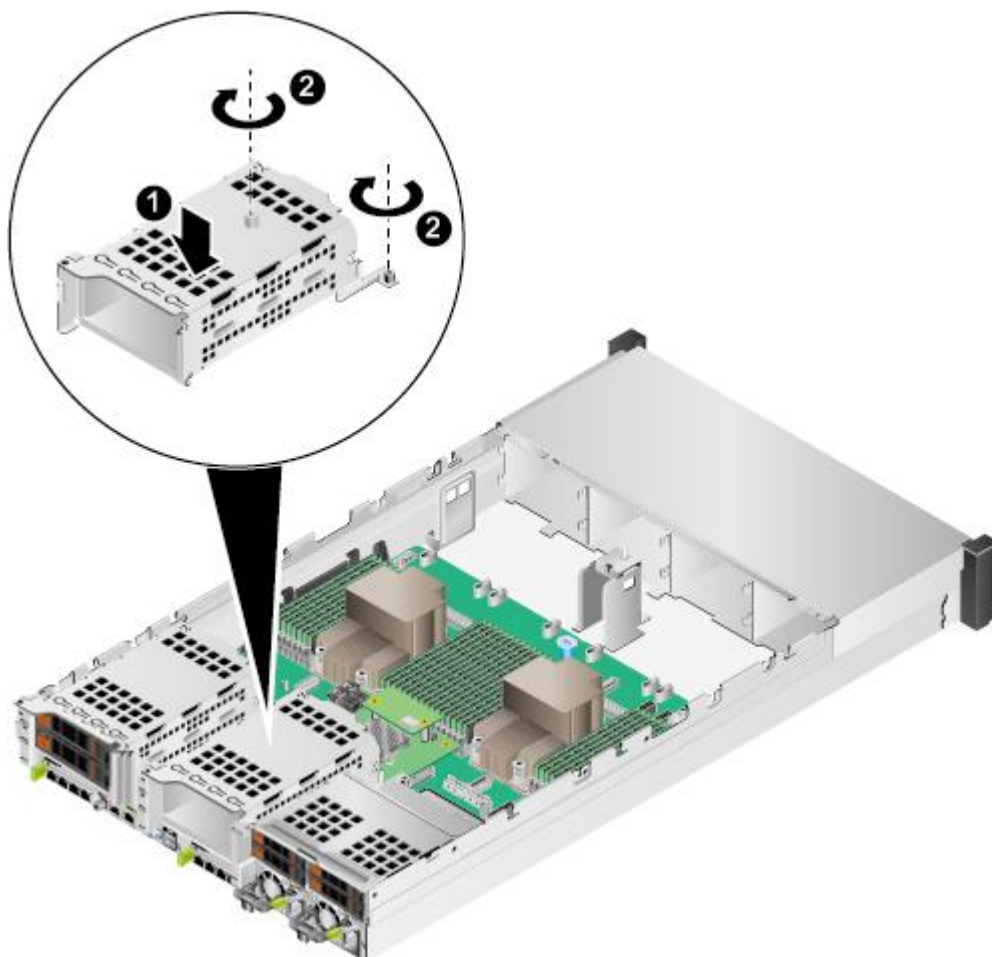

图 5-27 安装后置硬盘模组
7. 将后置硬盘模组安装到机箱中，并拧紧固定螺钉，如图 5-27 所示。